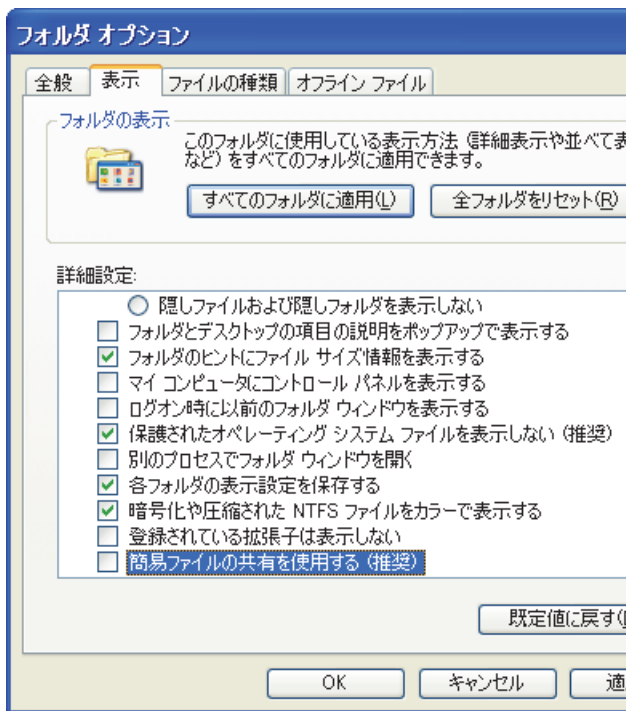

図 7-14 フォルダのオプションダイアログボックス (Windows XP)
- c) **フォルダーオプション**ダイアログボックスで、**表示**タブをクリックします (225 ページの図 7-14 参照)。